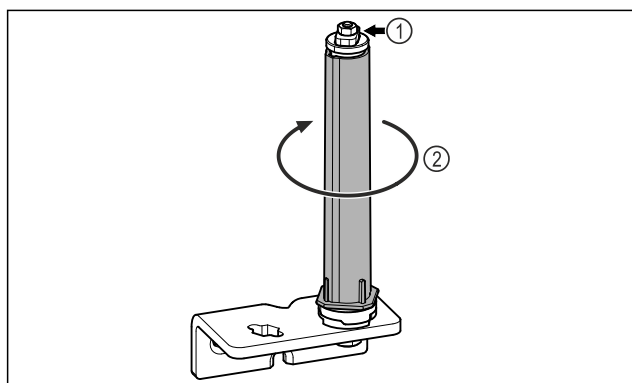

Fig. 29
- ▶ Ne razstavite sistema za zaklepanje vrat Fig. 29 (1).
- ▶ Obračajte zaporni sistem Fig. 29 (2), dokler ne klikne.